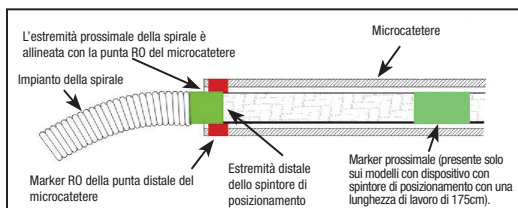

Figura 4 – Posizione delle bande del marker per il distacco
25. Fare avanzare la spirale nel sito desiderato fino a quando il marker radiopaco sullo spintore di posizionamento sia allineato o leggermente distale dal marker RO della punta distale del microcatetere, posizionando la zona di distacco appena al di fuori della punta del microcatetere. Vedere Figura 4.